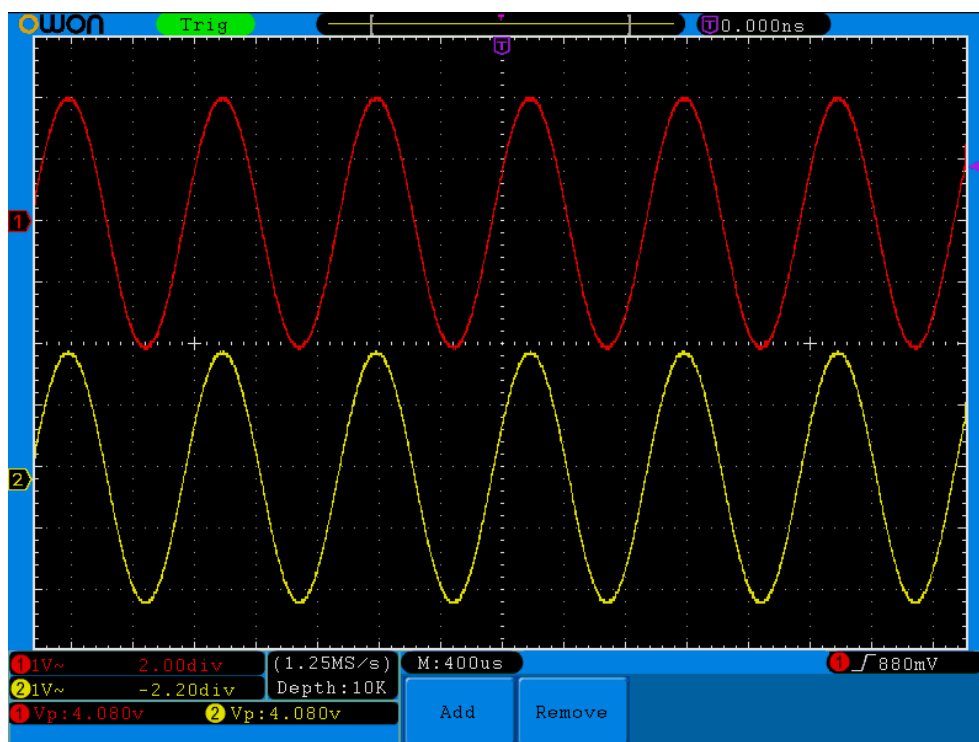

Рисунок 7-2 Осциллограмма определения коэффициента усиления
- (1) Нажмите кнопку **Autoset**, и осциллограф автоматически отобразит осциллограмму сигналов обоих каналов.
- (2) Нажмите кнопку **Measure** для вызова меню автоматических измерений.
- (3) Нажмите кнопку **H1**.
- (4) С помощью кнопки **F2** выберите **CH1** в качестве источника.
- (5) Нажмите кнопку **F1** и вращением регулятора **M** выберите **PK-PK**.
- (6) С помощью кнопки **F2** выберите **CH2** в качестве источника.
- (7) Снова нажмите кнопку **F1** и вращением регулятора **M** выберите **PK-PK**.
- (8) Прочитайте значения размаха напряжения сигналов канала 1 и канала 2, отображенные в левой нижней части (см. рис. 7-2).
- (9) Вычислите значение коэффициента усиления, используя следующие формулы.